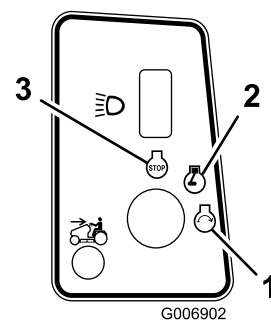

Figura 11
- Gire la llave de contacto en el sentido de las agujas del reloj y manténgala en posición Arranque (Figura 11). Cuando el motor arranque, suelte la llave.
- Gire la llave de contacto a Desconectado, espere a que se detengan todas las piezas en movimiento, y retire la llave antes de abandonar el puesto del operador. (Figura 11).